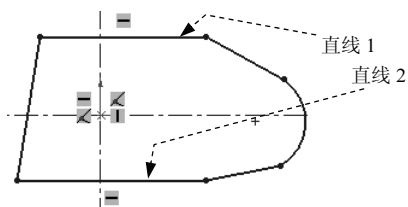

图 2.12.5 添加水平约束
Step 1 添加图 2.12.5 所示的“水平”约束 1。按住 Ctrl 键, 选取图 2.12.5 所示的直线 1